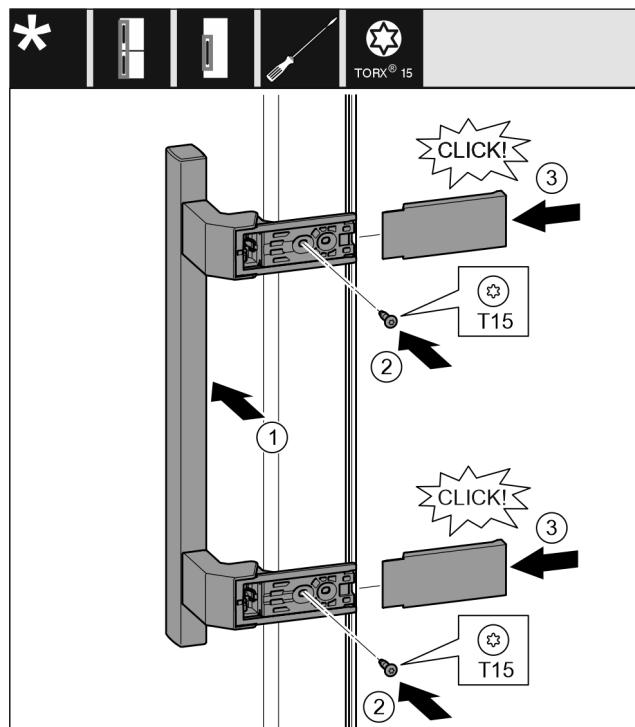

Fig. 40
- Поставете дръжката от другата страна. *Fig. 40 (1)*
- Затегнете винтовете с отвертка T15. *Fig. 40 (2)*
- Поставете отстрани капациите и ги нахлузете. *Fig. 40 (3)*